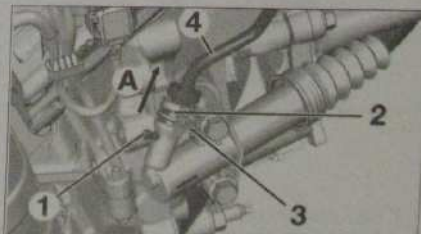

Fig. 15
- Déposer le bouchon de protection de l'orifice de purge (1) (Fig. 15).
- Accoupler un tuyau transparent sur l'orifice de purge (1).
- Clipper l'agrafe (2).
*L'agrafe (2) doit toujours rester en position clipée sur le récepteur hydraulique d'embrayage pendant la purge, afin de retenir le tuyau hydraulique.*
- Déclipper l'agrafe (3).
- Tirer sur le tuyau d'alimentation (4) pour libérer l'orifice de purge (suivant la flèche (A)).
- Clipper l'agrafe (3).
- Enfoncer le tuyau d'alimentation (4) pour obturer l'orifice de purge (dans le sens inverse de la flèche (A)).